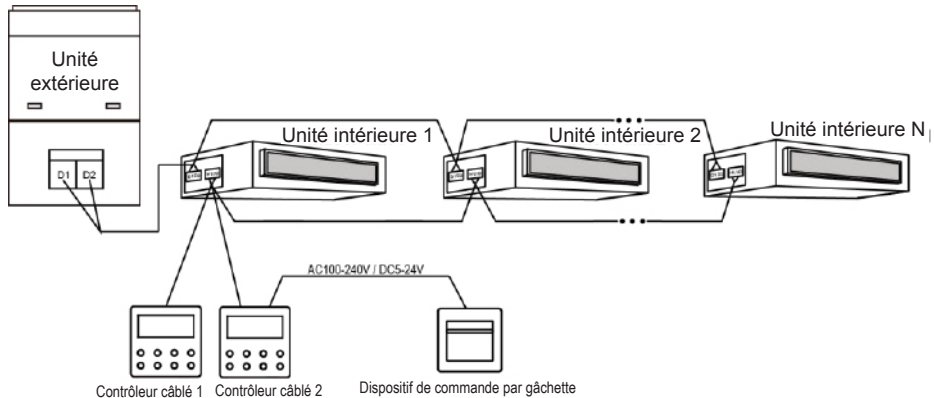

Figure 3.11 Mode de connexion 2 du contrôleur câblé et de la commande par gâchette
- ① Le contrôleur câblé 2 de la figure 3.11 peut être défini comme contrôleur maître ou esclave ;
- ② Le contrôleur câblé 1 de la figure 3.11 peut être le modèle XK49 ou un autre.